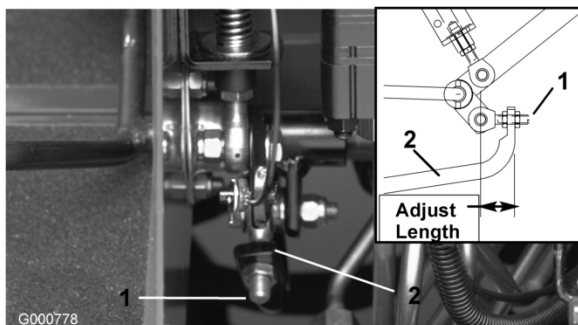

Figura 59
4. Ajuste las contratuercas del extremo de la varilla de la bomba con objeto de desplazar el tubo de control de la bomba hacia adelante para eliminar el movimiento de la máquina hacia adelante, o hacia atrás para eliminar el movimiento hacia atrás (Figura 59).